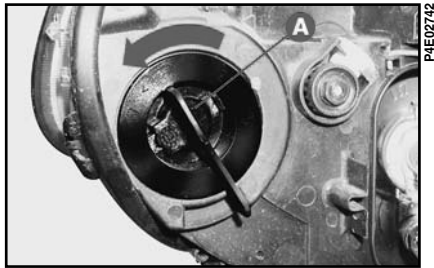

fig. 16
- 1) Rotiți capacul **A-fig. 16** în sens antiorar și scoateți-l.
- 3) După ce ați înlocuit becul, montați la loc capacul de protecție **A-fig. 16** rotindu-l în sens orar.